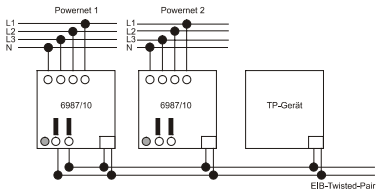

Fig. 3
2. Alimentación de tensión de bus mediante alimentación interna de corriente: El acoplador de sistemas dispone de una fuente interna de tensión que facilita una tensión inicial reducida de $24\text{ V} \pm 5\text{ V DC}$. A través de esta alimentación de corriente se pueden alimentar hasta otros 5 aparatos (acopladores de sistemas o aparatos EIB-TP) (p.ej., para acoplar varias bandas del Powernet). Para la alimentación propia del acoplador de sistemas, es necesario que la tensión inicial se puentee en el borne de conexión de bus (ver Fig. 3).